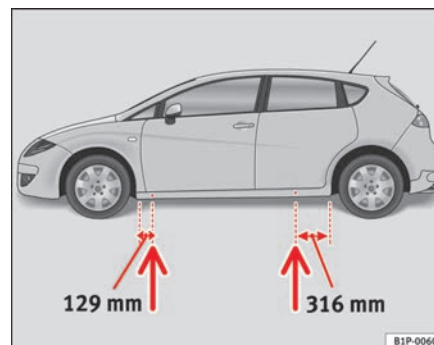

Abb. 156 Aufnahme-
- Suchen Sie den Aufnahmepunkt am Unterholm, der dem zu wechselnden Rad am nächsten liegt ⇒ Seite 242, Abb. 156.
Am Unterholm kennzeichnen jeweils vorn und hinten Eindrückungen die Stellen, an denen der Wagenheber angesetzt werden darf ⇒ Seite 242, Abb. 156. An jedem Rad ist eine Stelle für den Wagenheber vorgesehen. An anderen Stellen darf der Wagenheber nicht angesetzt werden.